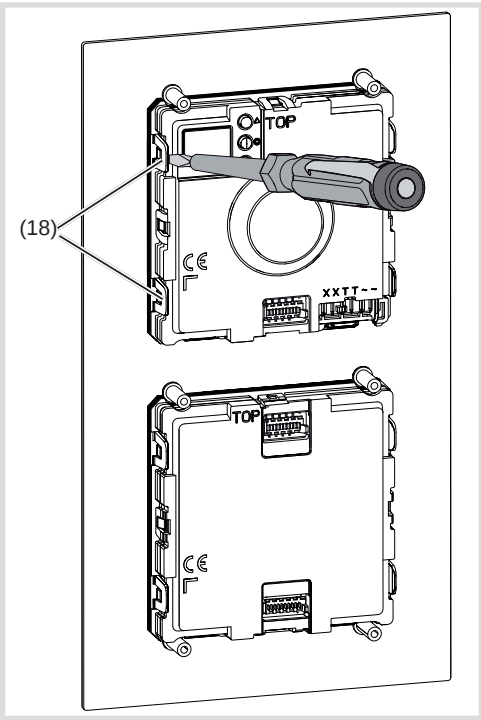

Figura 17: sblocco del modulo
- Per la rimozione del modulo sbloccare i cavallotti di fissaggio (18) laterali del supporto del modulo facendo leva, con cautela, con un cacciavite (figura 17).